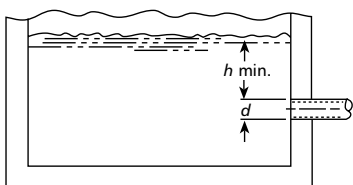

Figure 2
- 3.6. Le diamètre (d) et la hauteur d'immersion (h) de l'orifice d'entrée du tuyau d'aspiration doivent être suffisants pour empêcher l'aspiration d'air par vortex (V. fig. 2 à 5).